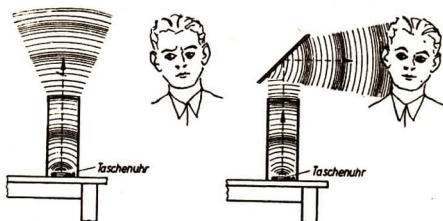

Abb. 144/1. Der Schall wird zurückgeworfen.
**1. Echo und Nachhall.** Ähnlich wie die Wärmestrahlen können auch Schallwellen an Körpern zurückgeworfen werden. Über eine auf dem Tisch liegende Uhr wird ein Glaszylinder gestellt (Abb. 144/1). Befindet sich das Ohr seitlich des Zylinders, so ist das Ticken kaum zu vernehmen. Hält man aber einen Spiegel oder ein Stück Blech schräg über den Zylinder, dann ist bei geeigneter Stellung